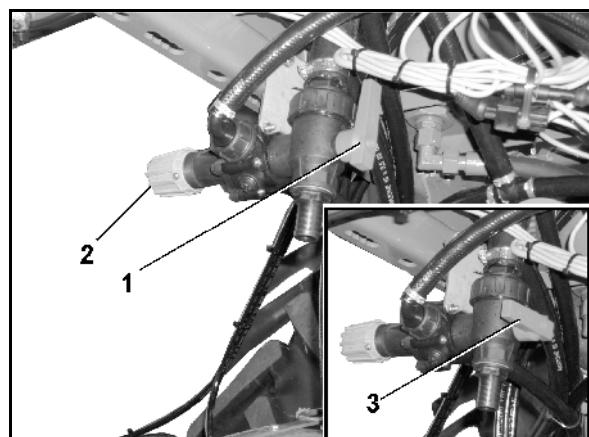

Fig. 86
- DUS-omkoblingsventilen (Fig. 86/1)
- DUS-trykkgrensningsventilen (Fig. 86/2). DUS-trykkgrensningsventilen er fast innstilt fra produsentens side og reduserer trykket i trykkomløpssystemet med 1 bar.
Når DUS-omkoblingsventilen er i posisjon (Fig. 86/1), er trykkomløpssystemet tilkoblet.
Når DUS-omkoblingsventilen er i posisjon (Fig. 86/3), er trykkomløpssystemet frakoblet.